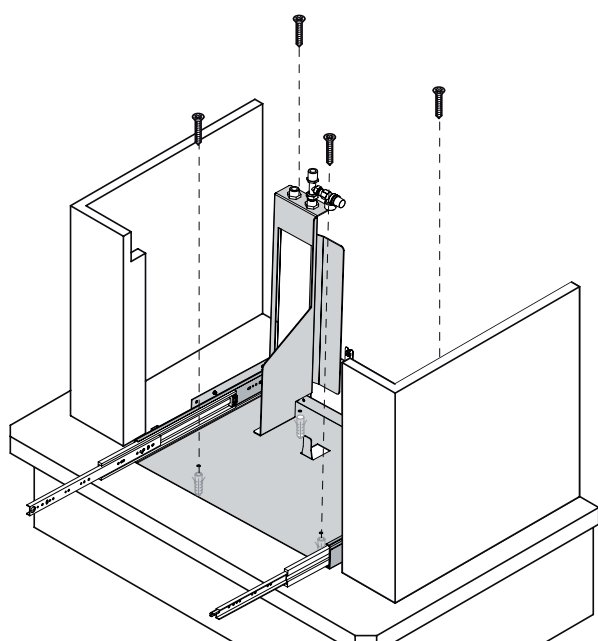

Fig. 6.5
- Den Heizofen auf der Kaminfläche positionieren und mit Dübeln befestigen (Abb. 6.5).